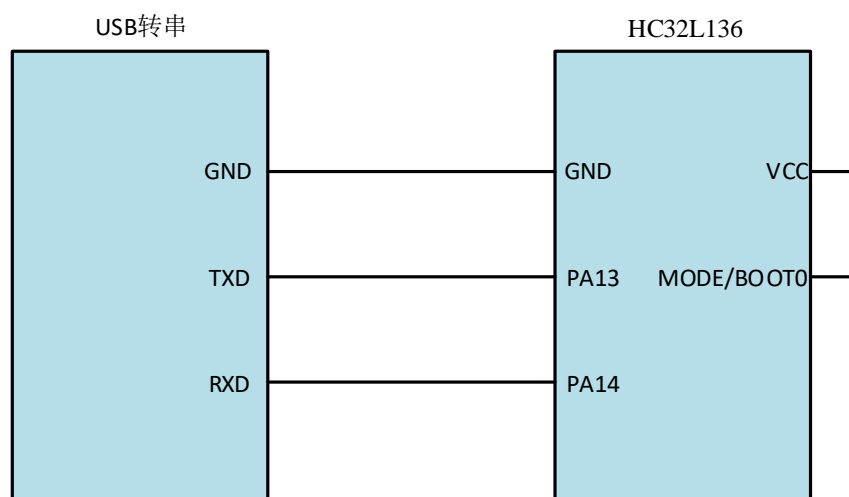

图 6 硬件连接
- 1) 将 USB 转串连接线的串口端与目标 MCU 的串行编程引脚连接，以 HC32L136 系列为例，连接方法如图 6 所示。目标 MCU MODE 引脚上拉，然后目标 MCU 上电进入串行编程模式。